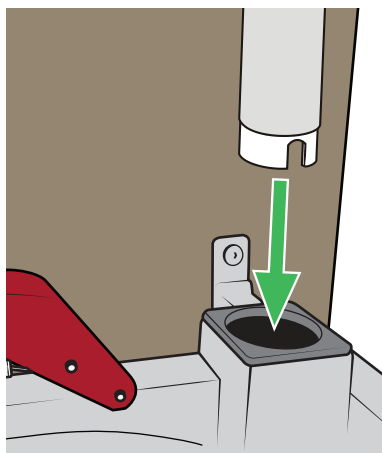

図 1
1. ベッドの頭側の端に設けられているソケットにリフト用ポールを差し込み、ポールの水平部分がベッド中央に位置するようにします。図 1 を参照してください。